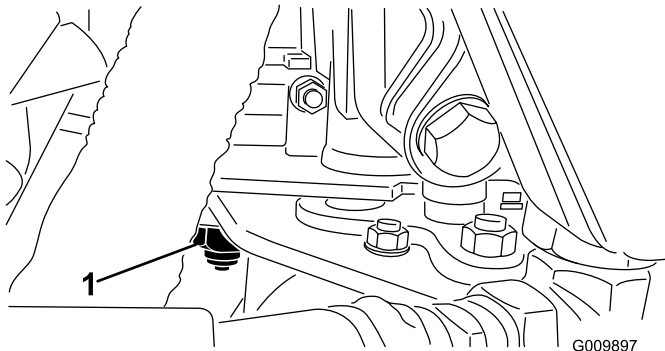

Figura 51
3. Serrate il dado di bloccaggio sulla camma di regolazione della trazione. (Figura 51).